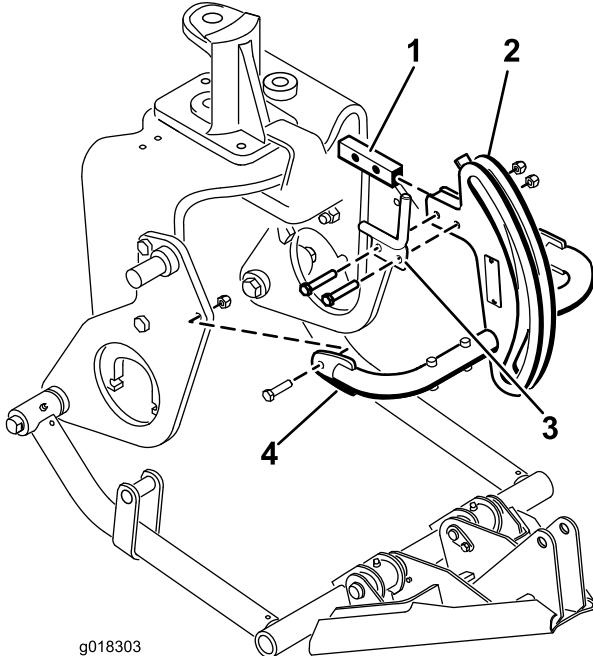

図 9
6. ヒッチフレーム上部とホースガイドを、ヒッチフレームブラケットに取り付ける；ボルト ( $3/8 \times 2$  インチ) (2本) とナット (図 9) を使用する。
7. ボルト (( $3/8 \times 1\text{-}1/2$  インチ)) とナットを使って、プラウ・プレートにヒッチ・フレーム・チューブを取り付ける (図 9)。ナットを締めつけて調整を固定する。